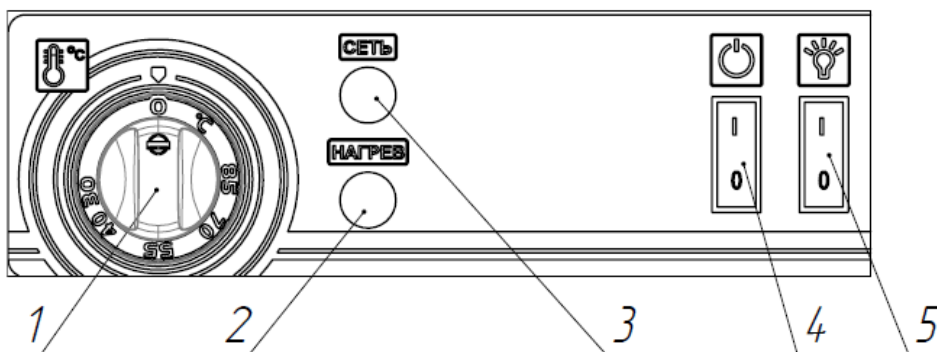

Рис.2. Панель управления.
3.10. Панель управления представлена на рис.2